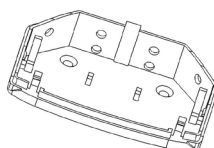

Рисунок 6
8.3 В зависимости от выбранного места установки извещателя определите с помощью каких граней основания будет осуществляться крепление и просверлите или выдавите отверткой отверстие для крепления (рисунок 6).